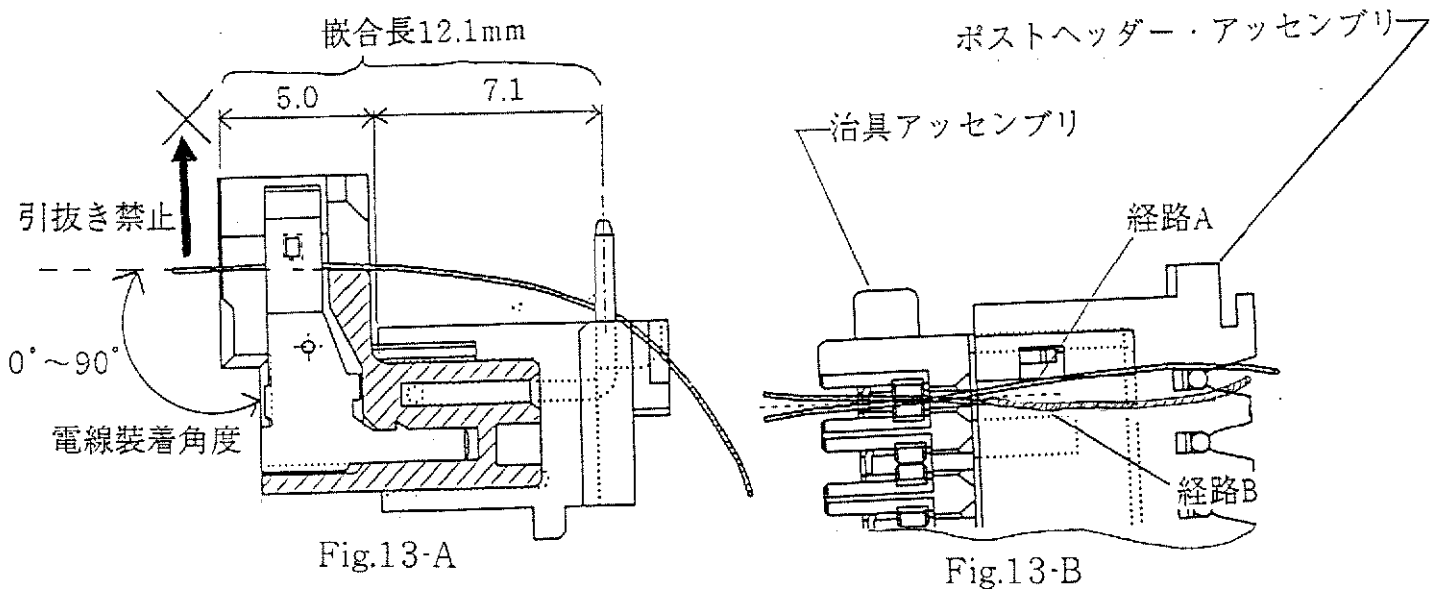

Fig.13
- ①マグネットワイヤーをFig.13のように治具アッセンブリにレーシングします。
- ②同電線径2本迄のレーシングが可能です。
- ③レーシング後の上方への引抜はおやめ下さい。
- ④電線のレーシング方法はFig.13-B中に示す経路A、B共に可能ですが、Aによるレーシングの方がポストへの積極的な押し付けが有り、巻線工程において優位性があります。よって弊社では経路Aによるレーシング方法を推奨致します。